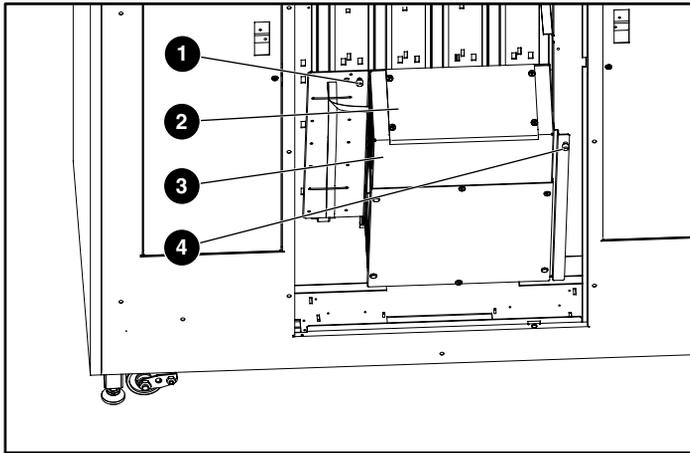

Figure 2 : Ouverture du compartiment électronique
4. Faites basculer le compartiment électronique pour le sortir de l'armoire (reportez-vous à la Figure 2).